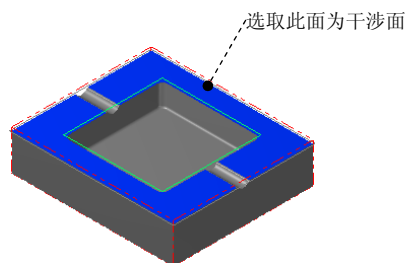

图 11.29 选取干涉面
(2) 单击 **干涉面** 区域中的  按钮，选取图 11.29 所示的面为干涉面，然后按 **Enter** 键。单击“刀具路径的曲面选取”对话框中的  按钮，系统弹出“曲面精加工平行铣削”对话框。